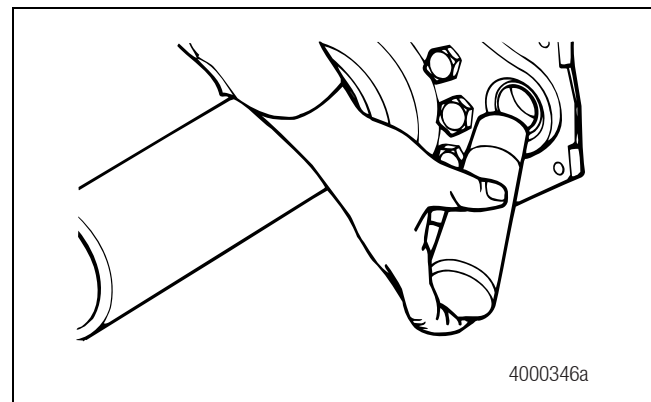

Figura 4.5
2. Use un instalador de sello para instalar los nuevos sellos del árbol de levas y los nuevos bujes en la araña fundida y en el soporte del árbol de levas. Figura 4.5.